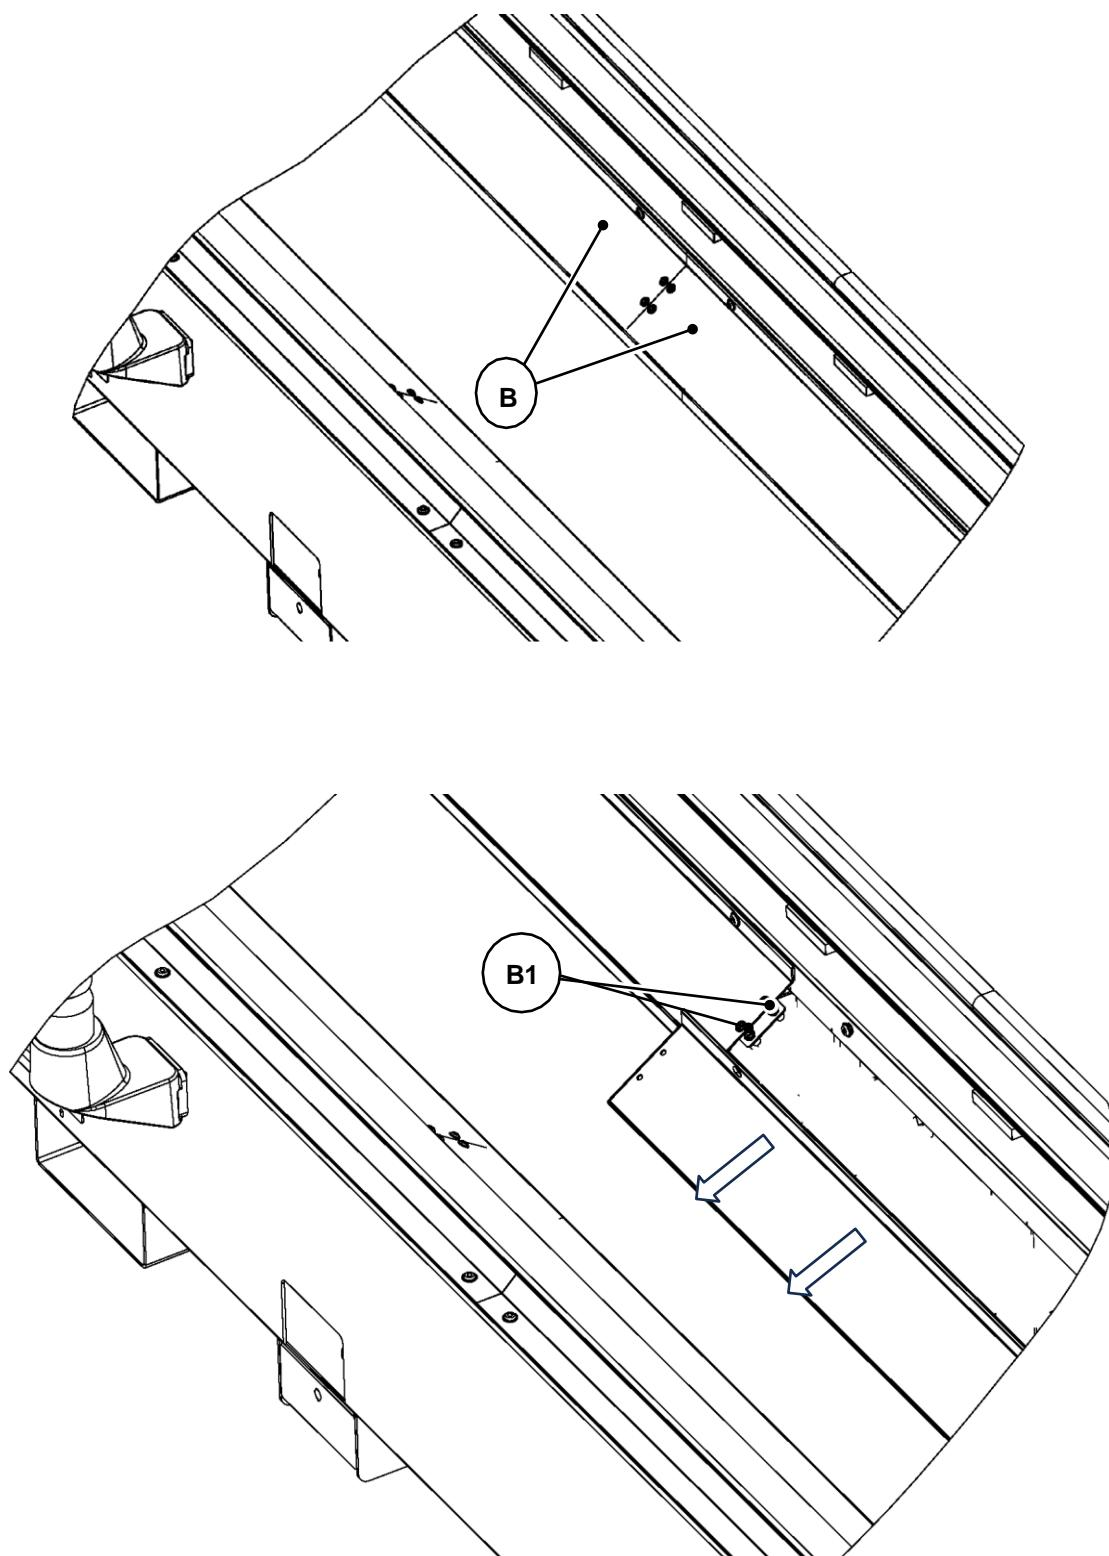

Fig. 09-18
- Retirar os 4/6 painéis superiores de fecho "B" (n.º 2/3 de cada lado), rodando os respectivos parafusos de fixação "B1" (Fig. 09-18).